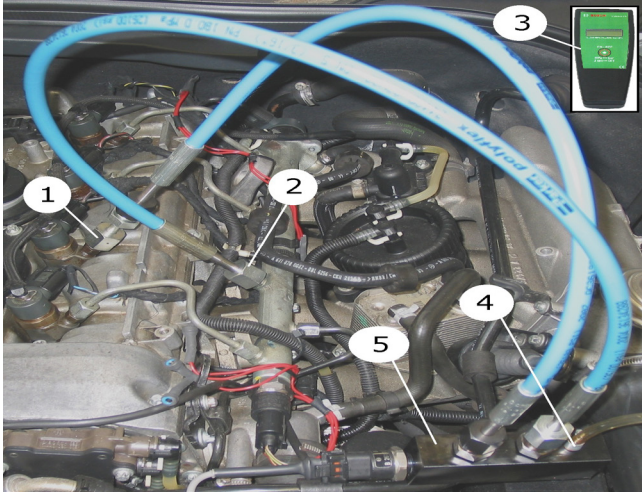

Abb. 16: Anschlussbeispiel Raildrucksensor Vergleichsprüfung (Motor läuft mit allen Zylindern)
Aus Sicherheitsgründen ist im Druckaufnehmer (Abb. 16, Pos. 5) ein Druckbegrenzungsventil verbaut, dass den Druck bei 180 MPa begrenzt. Unbedingt den beigelegten Schlauch an den Anschluss (Abb. 16, Pos. 4) des Druckaufnehmers anschließen und in einem für Dieselmotorkraftstoff geeigneten Auffangbehälter leiten.
3. Die erste 180 MPa-Schlauchleitung (Abb. 16, Pos. 2) mit entsprechendem Anschlussadapter, Winkel, Mutter und Druckring (Linksgewinde) an das Rail und dem Druckaufnehmer (Abb. 16, Pos. 5) anschließen.
4. Die zweite 180 MPa-Schlauchleitung (Abb. 16, Pos. 1) mit entsprechendem Anschlussadapter, Winkel, Mutter und Druckring (Linksgewinde) an den Injektor und dem Druckaufnehmer (Abb. 16, Pos. 5) anschließen.
6. Verbindungsleitung an das digitale Druckanzeigergerät (Abb. 16, Pos. 3) und Raildrucksensor des Druckmoduls (Abb. 16, Pos. 5) anschließen.